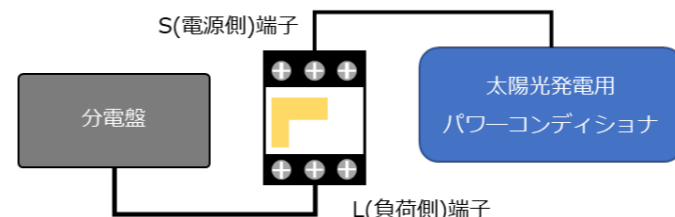

図4. 発電計測用スマートメータ（子メータ）の設置位置
- 分電盤をオフにし、PCSの運転を停止し無通電状態であることを確認のうえ、図4の通り、PCSと分電盤の間に発電計測用スマートメータ（子メータ）を設置する。